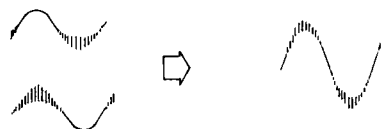

Fig. 3
5. Recevoir le signal de 90MHz du générateur de signaux MF. L'entrée de l'antenne doit être réglée au niveau optimal où le réglage peut être mis à exécution d'une manière satisfaisante avec la quantité appropriée de bruit contenue dans l'onde de signal. Régler FM IFT L104 de sorte que la forme d'onde soit plus grande et contienne le bruit iniformément sur le sommet et le fond de la forme d'onde. (Fig. 3)